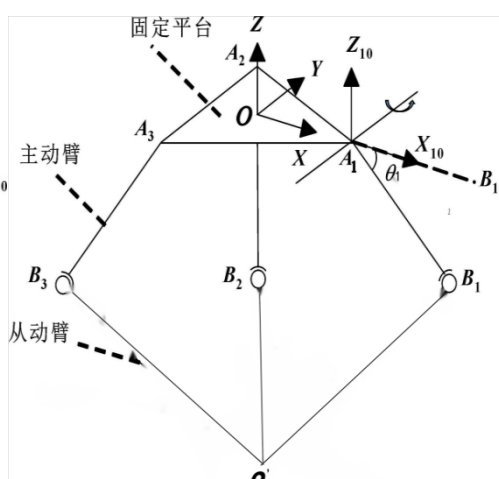

图 3 Delta 并联机械手动平台简化为质点机构简图
**问题 1** 当动平台外接圆半径  $r$  很小时，可将动平台简化为质点，如 图 3 所示，建立 Delta 并联机械手运动学模型，即在静坐标系  $O-XYZ$  中，建立主动臂输出角度  $\theta_i$  ( $i=1、2、3$ ) 与动平台质点坐标之间的相互对应关系。进一步，设参数  $R=130\text{mm}$ 、 $L_1=380\text{mm}$ 、 $L_2=980\text{mm}$ ，(1) 表 1 给定了主动臂输出角度，求解相应动平台质点坐标；(2) 表 2 给出了动平台质点坐标，确定相应主动臂输出角度；(3) 给出动平台质点可移动的最大坐标空间。